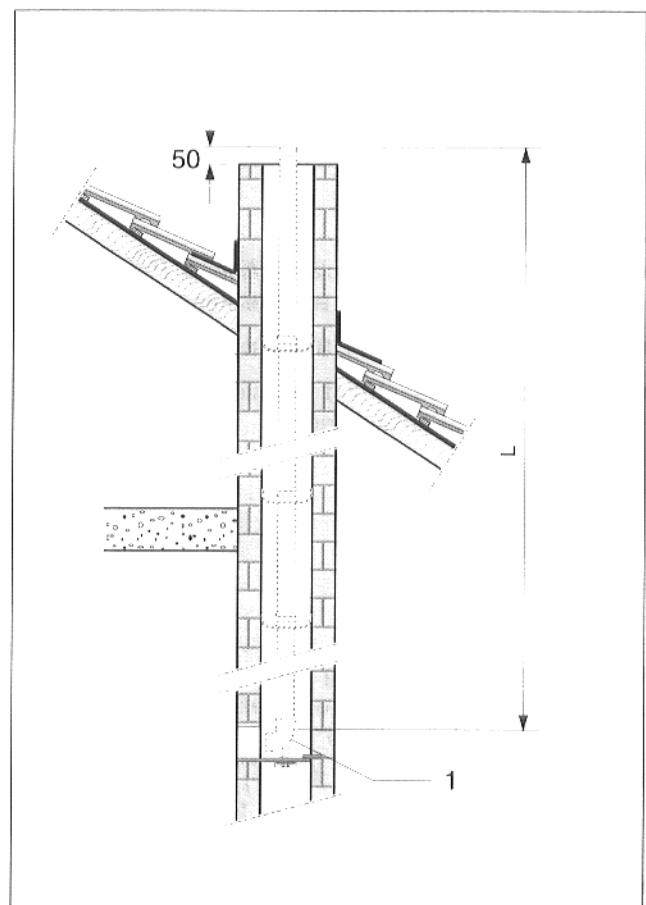

Abb. 9 Rohrlänge
- Erforderliche Rohrlänge L (Abb. 9) zwischen Muffengrund des Stützbogens (Abb. 9, Pos. 1) und Schornsteinkopf einschließlich eines Überstandes von 50 mm ermitteln.